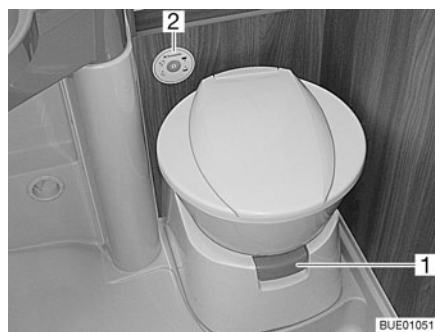
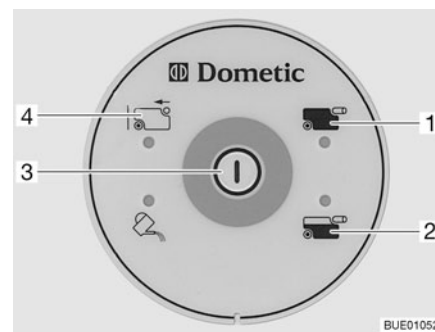

Fig. 230 Taza del inodoro con unidad de control y de mando
Fig. 231 Unidad de control y de mando del inodoro
Antes de utilizar el inodoro dejar que un poco de agua llegue a la taza del inodoro. Para esto, pulsar el botón del inodoro (Fig. 231,3) en la unidad de control y de mando (Fig. 230,2).
- Antes del lavado, abrir la corredera del inodoro. Para esto extraer la palanca de corredera (Fig. 230,1).
- Para lavar, pulsar el botón del inodoro (Fig. 231,3).
La luz de control (Fig. 231,2) se enciende cuando 3/4 del depósito de aguas fecales están llenos.
La luz de control (Fig. 231,1) se enciende cuando es necesario vaciar el depósito de aguas fecales.
- Abrir la corredera. Para esto extraer la palanca de corredera (Fig. 230,1).
- Hundir la palanca de corredera (Fig. 230,1). Se cierra la corredera. Para el vaciado **debe** estar cerrada la corredera del inodoro.
- Sacar el depósito de aguas fecales y vaciarlo como se describe en los apartados 11.8.5 y 11.8.6. En la unidad de control y de mando se enciende el visualizador "depósito de aguas fecales sacado" (Fig. 231,4).